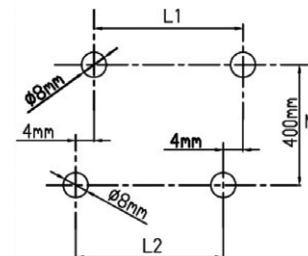

Fig. 2
1. Faça furos de acordo com as instruções da fig. 2